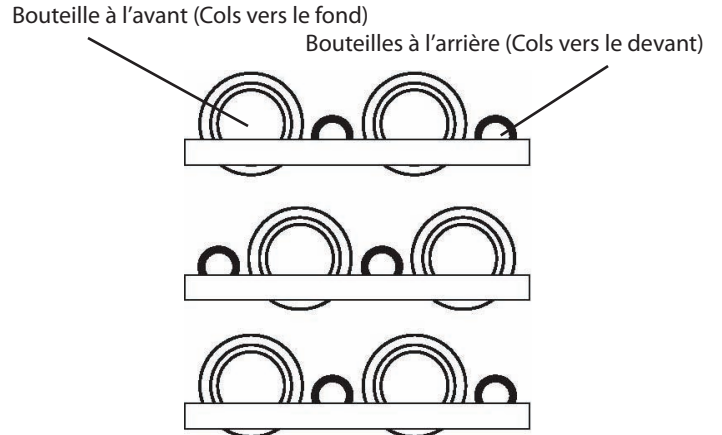

Figure 3
Les six (6) étagères coulissantes peuvent chacune porter quatre (4) bouteilles. Voyez en Figure 3 une disposition type des bouteilles de vin. Les grosses bouteilles ne peuvent pas se ranger sur l'étagère du bas car elles pourraient empêcher la fermeture de la porte.